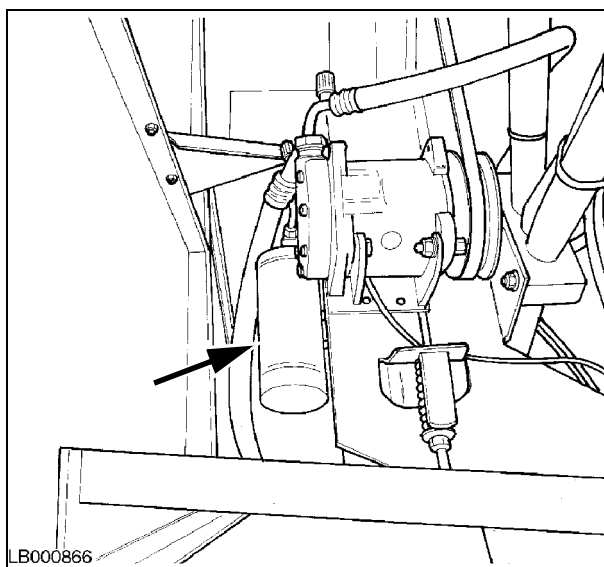

Рис. 62
59. ФИЛЬТР ОСУШИТЕЛЯ - Рис. 62